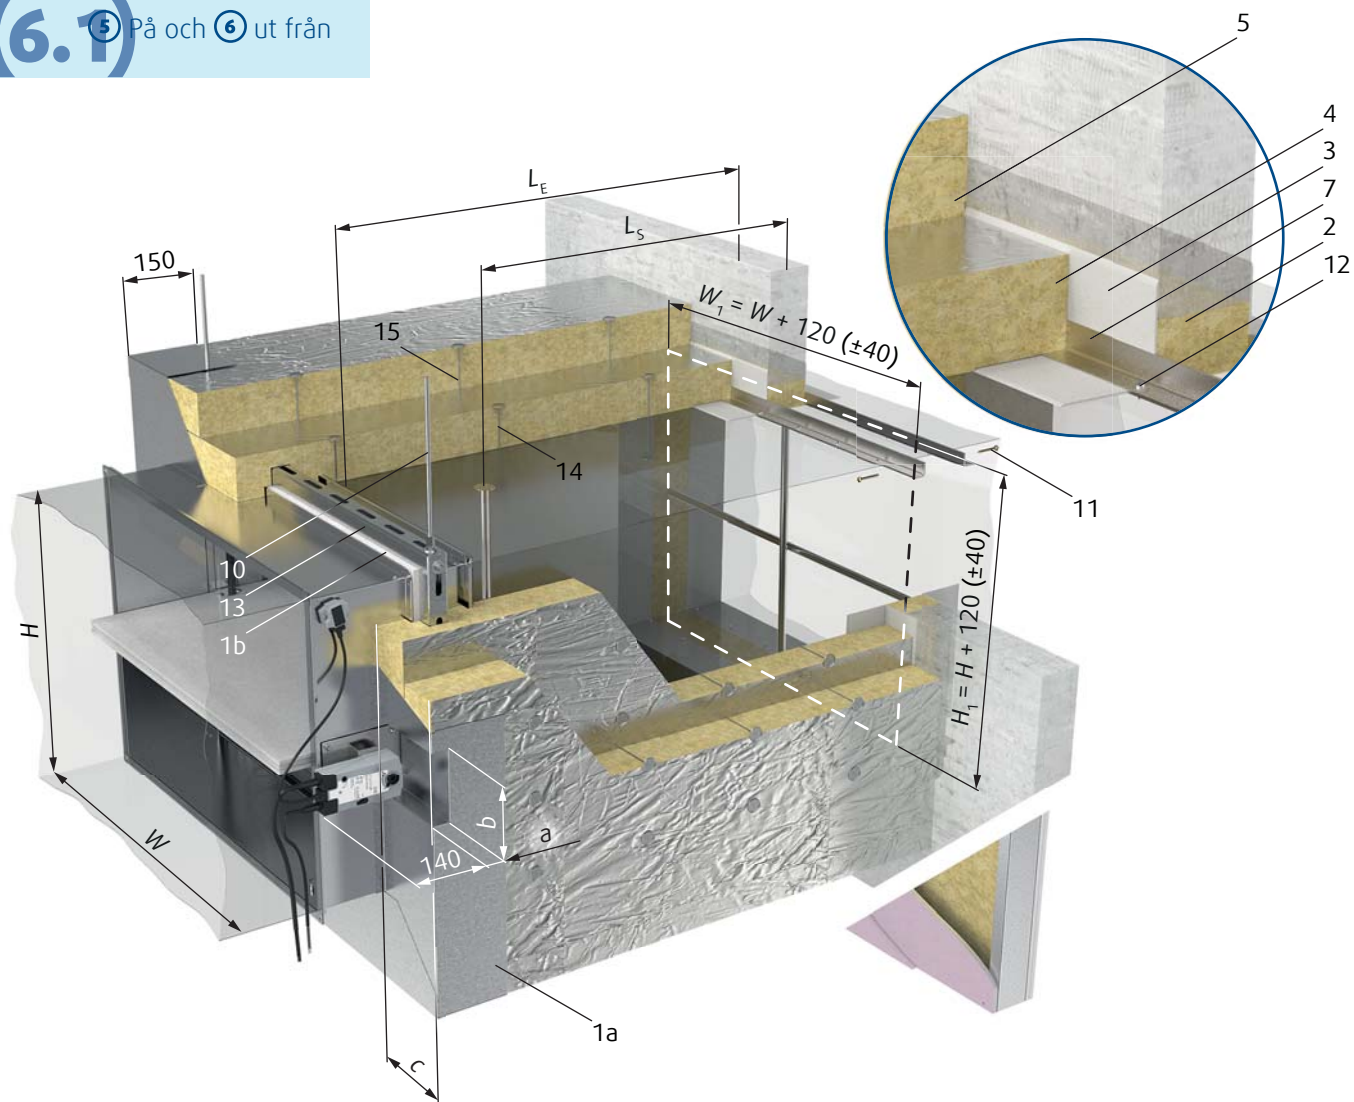

Fig. 28: EI90-installation av rektangulärt brandspjäll på vägg och ut från vägg
**Förbereda spjäll för installation****(Gäller endast PKIR3G - see Fig. 28)**